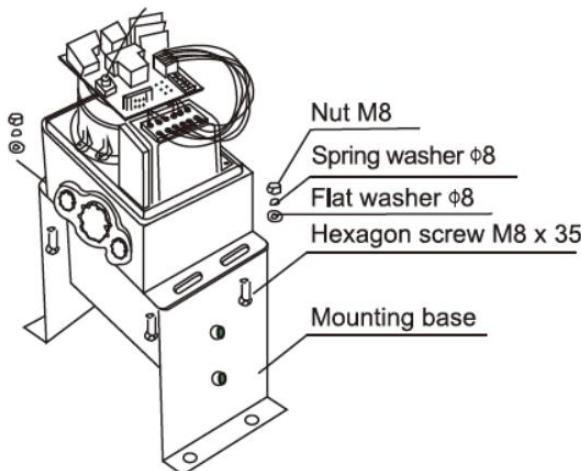

Figura 6
c) Montare il motore della macchina sulla base di montaggio come mostrato nella Figura 6;